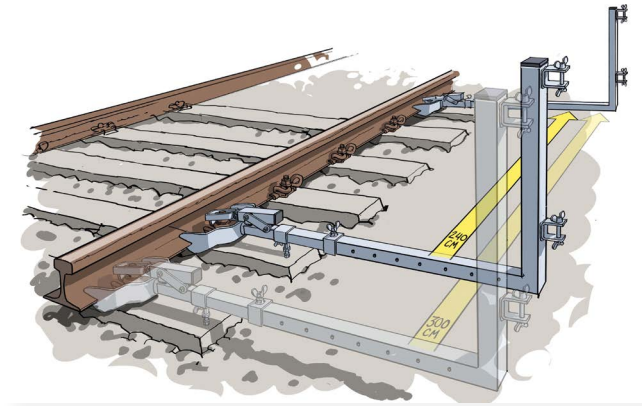

Abbildung 9
- Der zweite Ständer in etwa 2,4 m Entfernung vom ersten Ständer platzieren (siehe Abb. 9).
- Alle folgenden Ständer immer maximal 3 m vom vorhergehenden Ständer montieren (siehe Abb. 9).